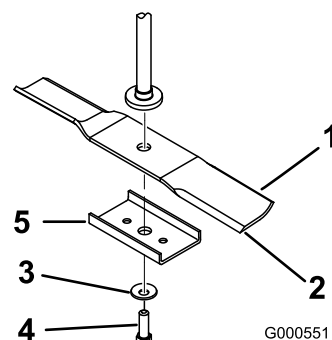

Figure 43
Tenez la lame à son extrémité avec un chiffon ou un gant épais. Enlevez de l'axe le boulon, la rondelle bombée, le renfort et la lame de l'axe (Figure 43).
1. Placez la lame sur l'axe (Figure 43).
2. Montez le renfort, la rondelle bombée (face concave vers la lame) et le boulon de lame (Figure 43).